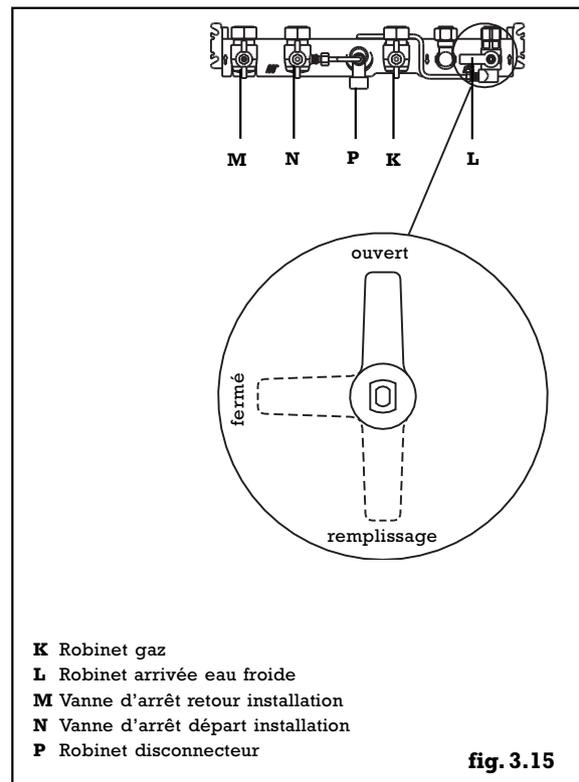

fig. 3.15
- placer le robinet d'arrivée d'eau froide (**L**) sur la position "remplissage" (**fig. 3.15**)
- dévisser le robinet de vidange de l'installation (**C**), en maintenant en place le coude du flexible d'évacuation pour éviter qu'il se déboîte, l'eau s'écoulera par le collecteur d'évacuation (**D**) (**fig. 3.15**)
- laisser le robinet d'entrée d'eau froide de la chaudière **L** (**fig. 3.15**) en position "ouvert" (manette vers le haut)